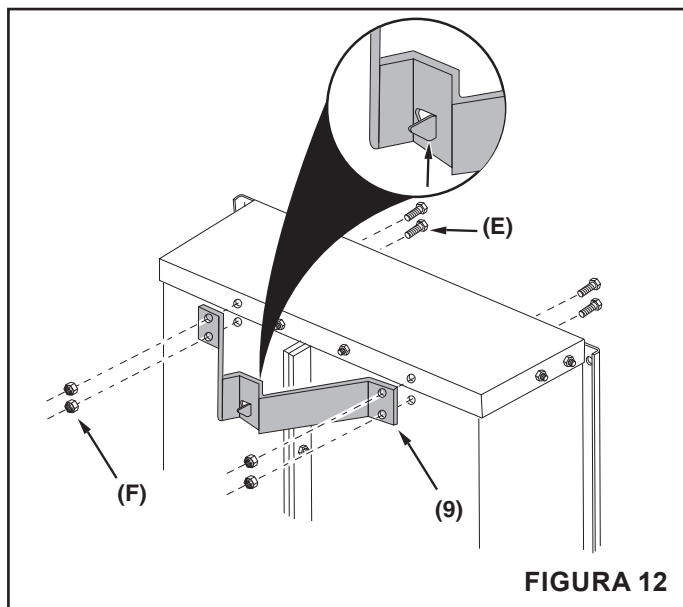

FIGURA 12
PASO 12: (VEA LA FIGURA 12)
- Fije el soporte del pestillo (9) a la plataforma del carro y al panel frontal (8) usando cuatro pernos hexagonales de 1/4" (E) y tuercas nylock de 1/4" (F). Asegúrese de orientar la pestaña del soporte del pestillo como se muestra en la figura 12.